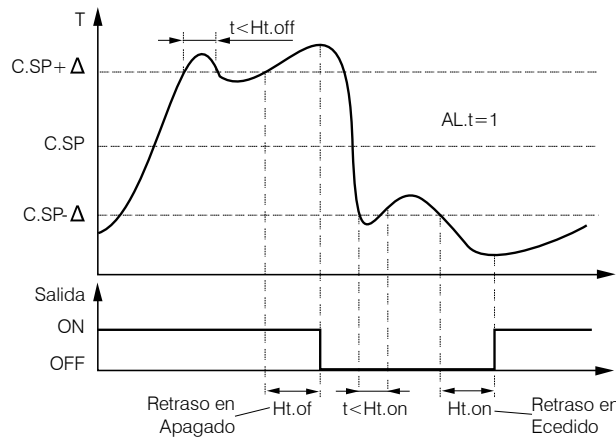

Fig. 6.10 Retrasos de encendido y apagado
2. Los parámetros **Ht.on** y **Ht.of** (grupo PL-2) son retrasos de encendido y apagado respectivamente. Ellos pueden ser utilizados para proteger un elemento de salida de una conmutación frecuente. Un diagrama de tiempo para esta opción se indica en la Fig. 6.10.